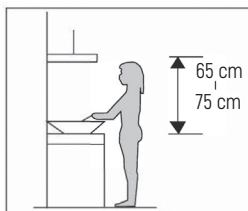

Abb. 1
2. Die besten Ergebnisse werden erzielt, wenn die Haube in einem Abstand von 65-75 cm von der Kochfläche angebracht wird. Siehe Abbildung 1.